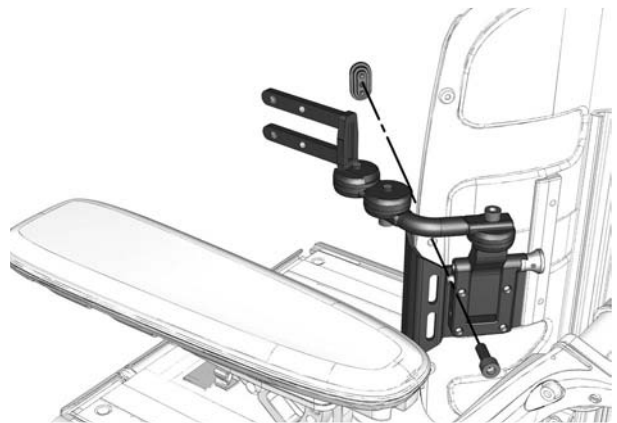

Bild 3. Montera bålstödet med hjälp av skruven och mutterstycket som tidigare demonterades.
4. Montera bålstödet med hjälp av skruven och mutterstycket som tidigare demonterades, se bild 3.